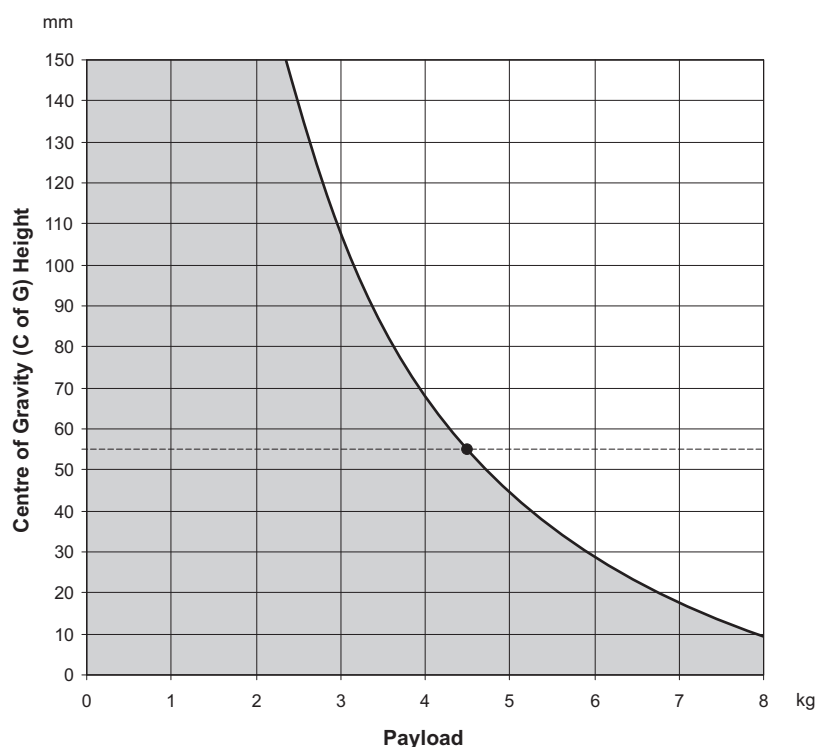
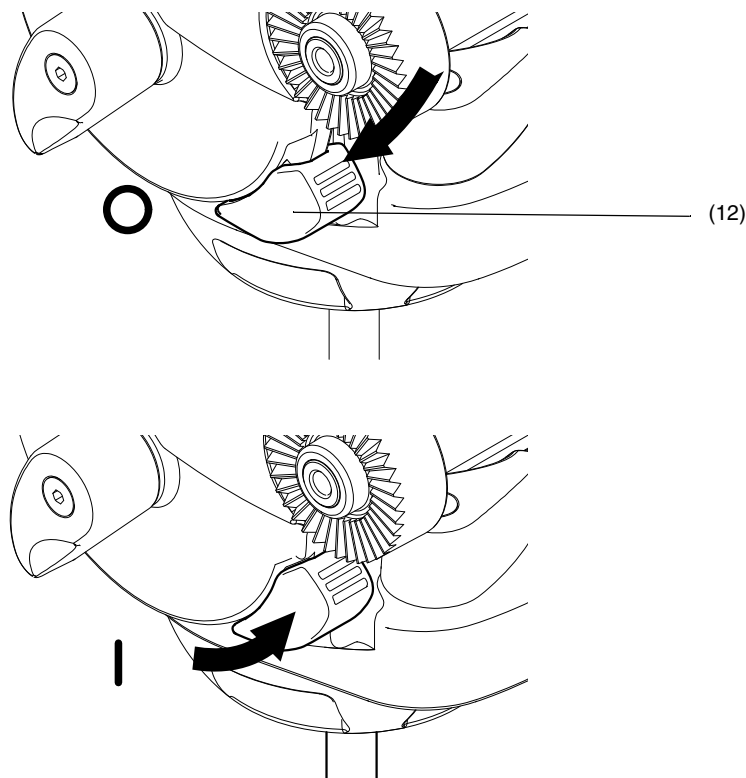

Fig. 4
Fig. 5
PRO-5plus パン・チルトヘッドの 2 段バランスシステムは、重心位置 (C of G) 55 mm (2.2 インチ) で最高 4.5 kg (9.9 ポンド) までの搭載荷重に対応して設定されており、設定を解除してチルト軸を自由に回転にすることも可能です。グラフ (Fig. 4) に、最適な性能を得るための重心位置と搭載荷重の関係を示しています。
PRO-5plus ヘッドのバランスシステムはオンオフを切り替えることができ、重心位置 55 mm (2.2 インチ) のとき搭載荷重 4.5kg (9.9 ポンド) に設定されています。グラフ (Fig. 4) に、最適な性能を得るための重心高さ と 搭載荷重 の関係を示しています。
バランスセレクトタ (12) を使用すると、2つのバランスレベルを利用できます。セレクトタ (12) を下方 (Fig. 5) に押し下げると、カウンターバランスシステムなしでチルト軸を自由に回転できます。セレクトタ (12) を上方 (Fig. 5) に持ち上げると、バランス調整機能は最大になります。(Fig. 4)
パンバー (5) を使用して、ヘッドを前後にチルトさせます。ヘッドがはね返る傾向がある場合は、バランスシステム (12) を解除して十分にチルトドラッグ (1) してカメラチルトを適切にコントロールします。ヘッドが落下しやすい場合は、搭載荷重がヘッドの容量 (Fig. 4) を超えています。可能であれば、すべての補助機器の重心位置を下げるか、またはすべて取り外してください。